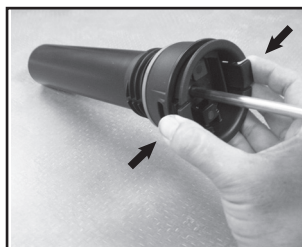

Figura 2
2. Para quitar la tapa de la bomba del cilindro de la bomba, oprima las lengüetas de la tapa y despréndala del cilindro (**Vea la figura 2**).